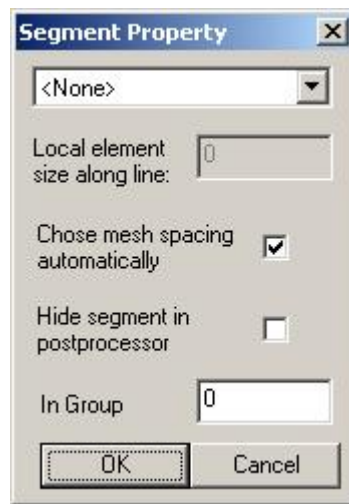

Abb.5 Eigenschaften des gewählten Randelementes.
- Drücken der Leertaste öffnet wiederum den Katalog der verfügbaren, zuvor angelegten Randwerte (Abb. 5).